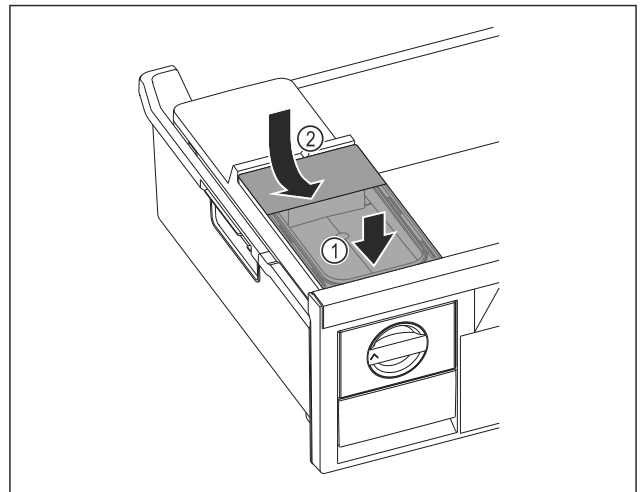

Fig. 111
- ▶ Wassertank vorne ansetzen. Fig. 111 (1)
- ▶ Wassertank hinten absenken. Fig. 111 (2)